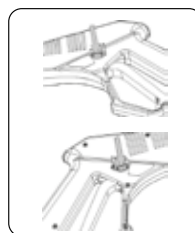

FIGURA 8.4
9. Suelte el botón de trabado de la pistola "ON" Destrabado, "OFF" Trabado (Figura 8.4, 8.5 y 8.6).